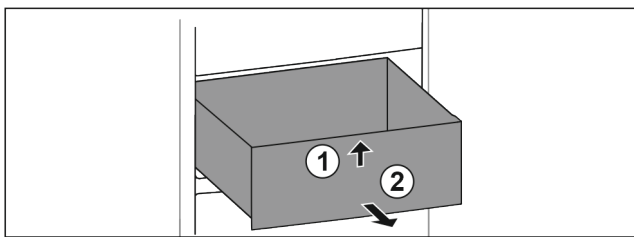

Fig. 54
- ▶ Приподнимите выдвижной ящик спереди. Fig. 54 (1)
- ▶ Извлеките выдвижной ящик движением вперед. Fig. 54 (2)